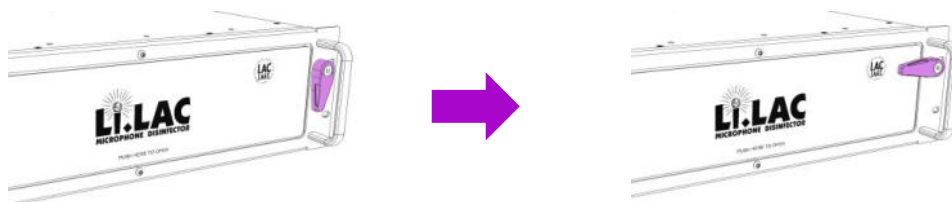

Fig. 6
3. Gire el pestillo 90° en el sentido de las agujas del reloj para bloquear el cajón. (Fig. 6)